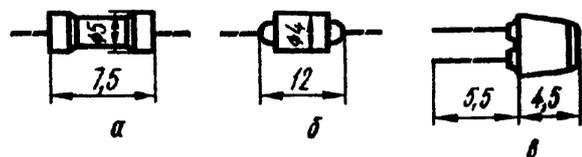

Рис. 266. Внешний вид и основные размеры импульсных диодов (5—1 нс)
**КД509А, КД510А.** Диапазон рабочих температур от  $-40$  до  $85^{\circ}\text{C}$  (рис. 266, а).
**КД512А.** Диапазон рабочих температур от  $-40$  до  $85^{\circ}\text{C}$  (рис. 266, б).
**КД518.** Диапазон рабочих температур от —60 до +85° С (см. рис. 266, в).
**КД521 (А, Б, В, Г, Д).** Диапазон рабочих температур от —60 до +125° С (см. рис. 266, г). Наибольшая температура корпуса 150° С. Диоды маркируются одной широкой и двумя узкими цветными полосками: КД521А — синими, КД521Б — серыми, КД521В — желтыми, КД521Г — белыми, КД521Д — зелеными.
**КД522 (А, Б).** Диапазон рабочих температур от  $-55$  до  $+85^{\circ}\text{C}$ . Наибольшая температура корпуса  $125^{\circ}\text{C}$  (см. рис. 266, з).